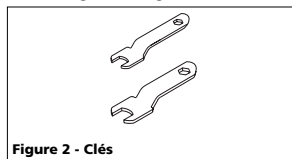

Figure 2 - Clés
- Bien serrer le mandrin avec les clés (fournies avec quelques modèles) (Voir Figures 2 et 3).** Appliquer une clé sur l'écrou du mandrin et l'autre sur la tige. Tourner la clé sur l'écrou du mandrin à la droite, et simultanément, tourner l'autre clé au sens opposé. S'assurer de ne pas laisser glisser la tige.